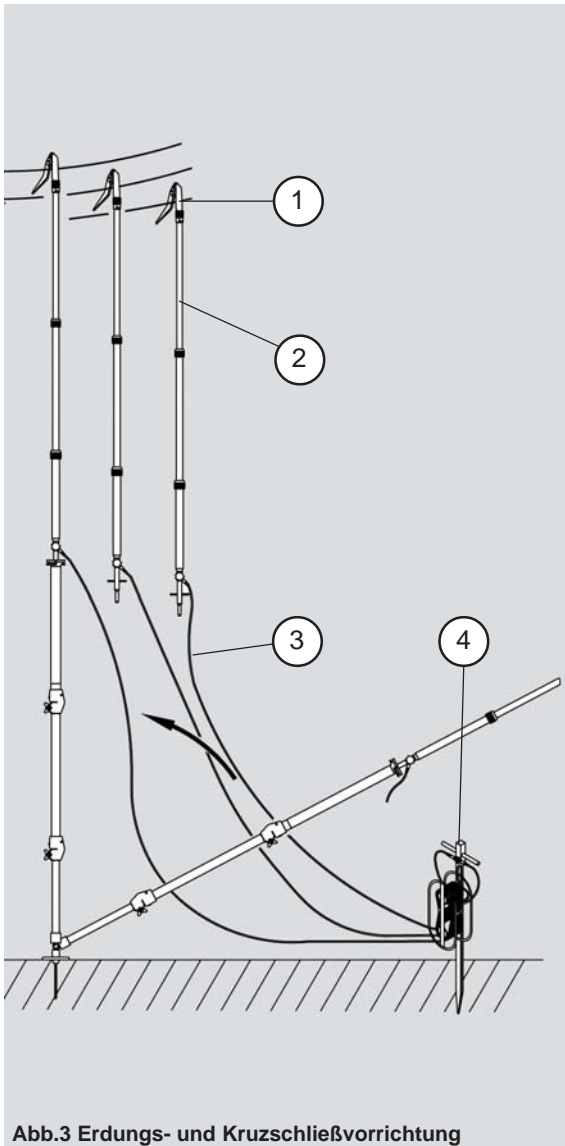

Abb.3 Erdungs- und Kurzschließvorrichtung
2.4 Vor jedem Gebrauch (siehe Abb.3)